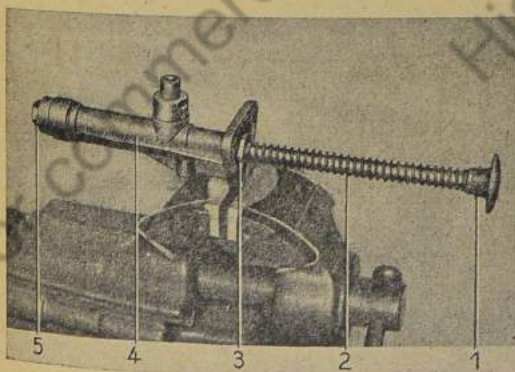

Bild 858: Pumpe zerlegen
2. Pumpe in Schraubstock spannen (Bild 858).